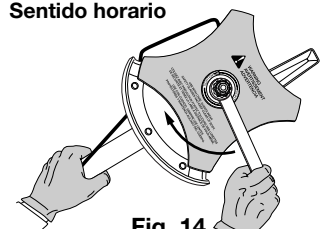

Fig. 14
2. Sostenga la varilla de cierre en su lugar junto al brazo de la unidad (Fig. 14).
3. Mientras sostiene la varilla de cierre, afloje la tuerca de la cuchilla girándola en sentido horario con una llave de casquillo o de boca cerrada de 13 mm (Fig. 14).